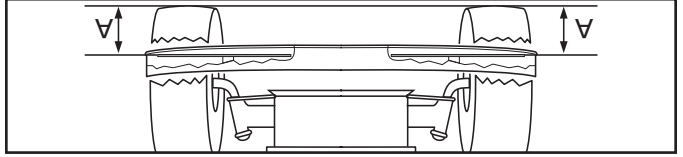

Fig. 29
- AJUSTEMENT LATÉRAL DE PRÉCISION (Voir Fig. 29)